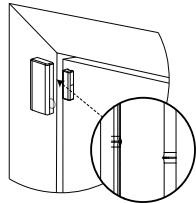

Figura 3: Device and magnet position on door and door frame
2. Coloque el dispositivo en el marco de una ventana o puerta y el imán en la superficie móvil de la propia puerta o ventana, alineado de acuerdo con las marcas de ubicación. Ver a Figura 3.
3. Atornille la base magnética a la puerta alineándola con el receptor. Ver a Figura 3. Ver más en *Posiciones típicas del interruptor de láminas (reed switch)*